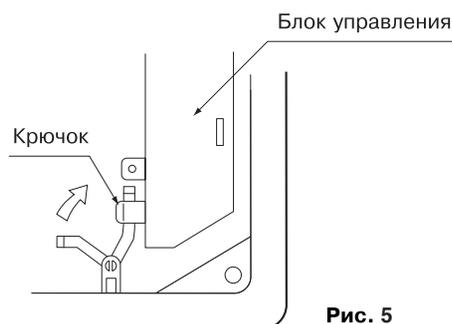

Рис. 5
- 4 Наденьте временную подвеску на крючок, расположенный на блоке управления комнатным блоком. (См. рис. 5)